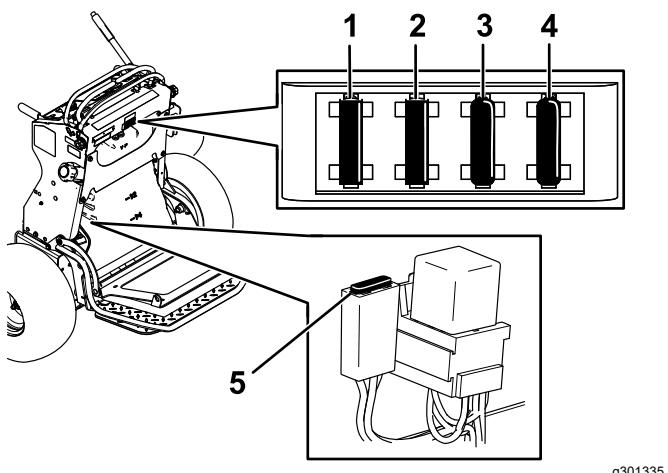

Figura 53
5. Retire o fusível e substitua-o (Figura 53).